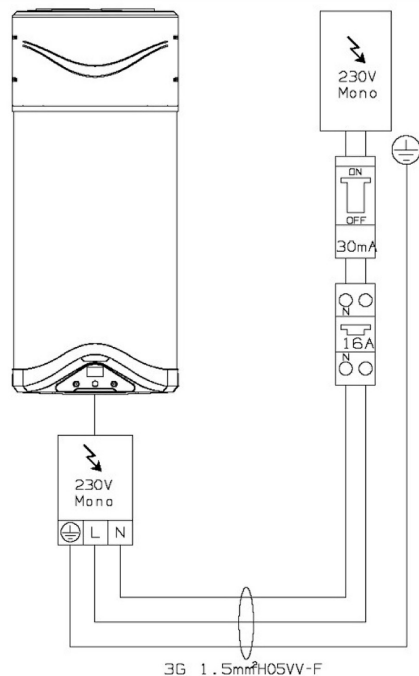

Fig. 5
**La protection anticorrosion assurée par l'anode active à courant imposé n'est garantie que lorsque l'appareil est sous tension. Fig. 5**